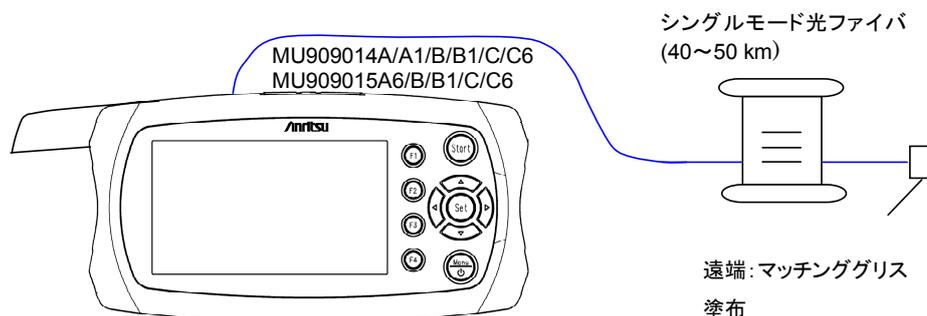

図11.1.6-1 リニアリティ測定の接続図
1. 本器と、測定器を図11.1.6-1 のとおりに接続します。